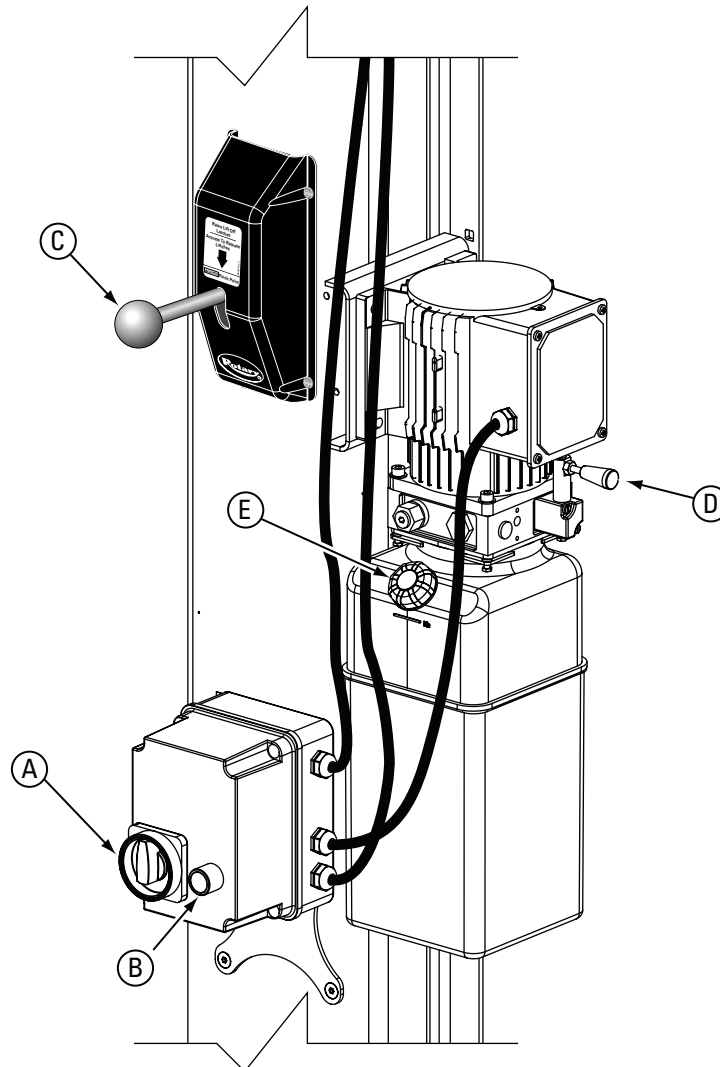

Fig. 1 Detail
- Coloque el interruptor de parada de emergencia en la posición de encendido “ON”, Fig. 1.
- Para los elevadores de la serie M: Accione el interruptor ELEVAR en la caja de mando para elevar el elevador, Fig. 1.
- Para los elevadores de la serie M: Accione la palanca de la VÁLVULA DE DESCENSO para bajar el elevador hasta los inmovilizadores, Fig. 1.
- Para los elevadores de la serie M, fig. 1: